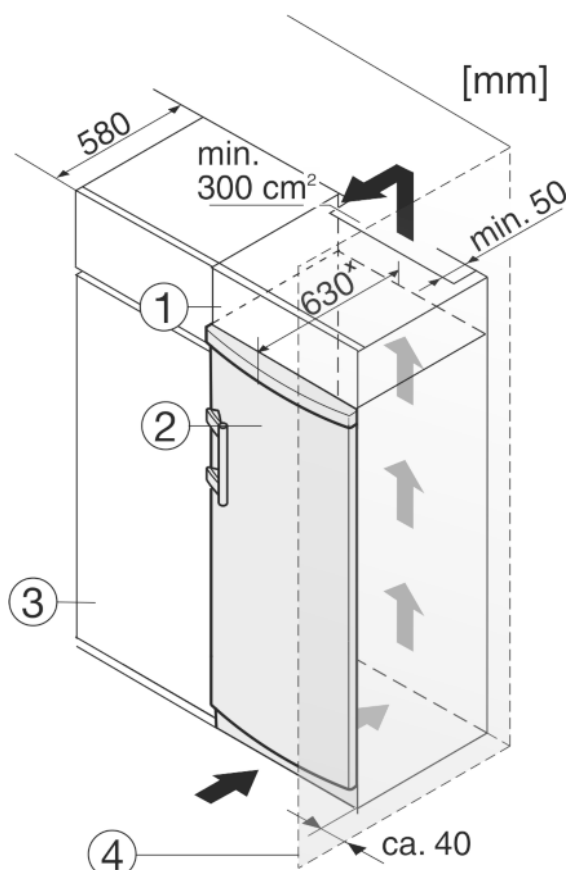

Fig. 9
Het apparaat Fig. 9 (2) kan worden ingebouwd in de keuken. Om het apparaat aan de hoogte van het keukenblok aan te passen, kunt u er een passende opbouwkast Fig. 9 (1) op plaatsen.
Bij een ombouw met keukenkasten (diepte max. 580 mm) kan het apparaat direct naast de keukenkast Fig. 9 (3) worden geplaatst. Het apparaat steekt aan de zijkant 34 mmx en in het midden 50 mmx uit ten opzichte van het keukenkastfront.
Plaatst u het apparaat met de scharnierkant naast een muur Fig. 9 (4), dan moet de afstand tussen apparaat en muur minstens 40 mm bedragen. Dit in verband met het uitsteken van de deurgreep bij een geopende deur.